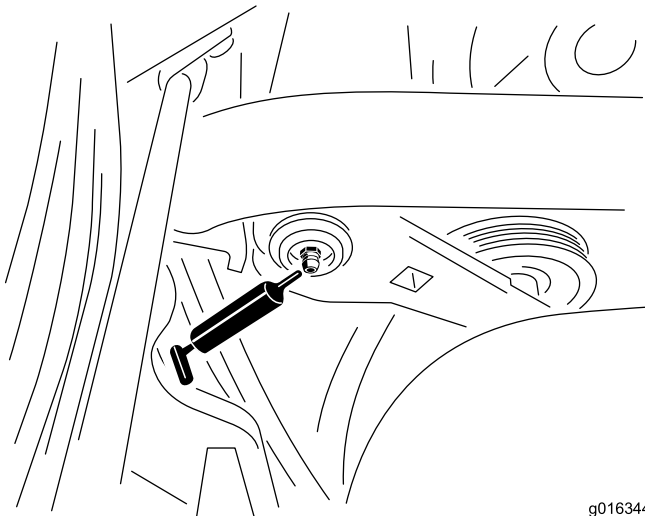

Figura 45
1. Limpie el engrasador para evitar que penetre materia extraña en el cojinete o el casquillo (Figura 45).